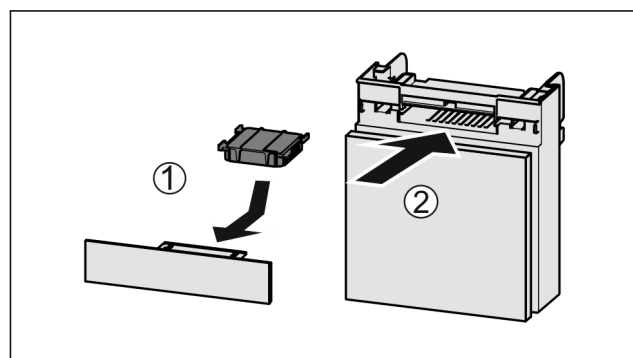

Fig. 273
- Sätt in Fig. 273 (1) aktivtkolfiltret enligt bilden.
- Skjut in Fig. 273 (2) lådan.